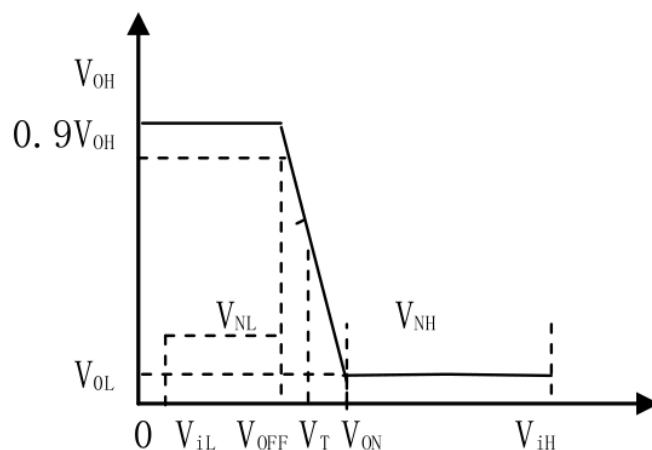

图 1: 与非门的电压传输特性
**与非门的电压传输特性** 见图 1, 为输出电压  $v_o$  随输入电压  $v_i$  的变化关系。图中相关物理量为输入低电平  $V_{iL}$ , 输入高电平  $V_{iH}$ , 输出低电平  $V_{oL}$ , 输出高电平  $V_{oH}$ , 关门电平  $V_{OFF}$ , 低电平干扰容限  $V_{NL} = V_{OFF} - V_{iL}$ , 高电平干扰容限  $V_{NH} = V_{iH} - V_{ON}$ , 门限电平  $V_T = (V_{ON} + V_{OFF})/2$ 。